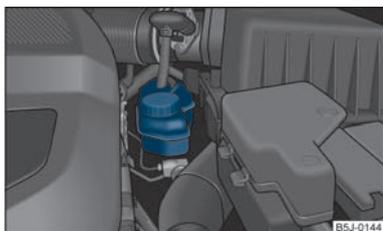

Abb. 126 Motorraum: Bremsflüssigkeitsbehälter
- Prüfen Sie den Bremsflüssigkeitsstand am Behälter ⇒ Abb. 126. Der Stand muss zwischen den Markierungen „MIN“ und „MAX“ liegen.